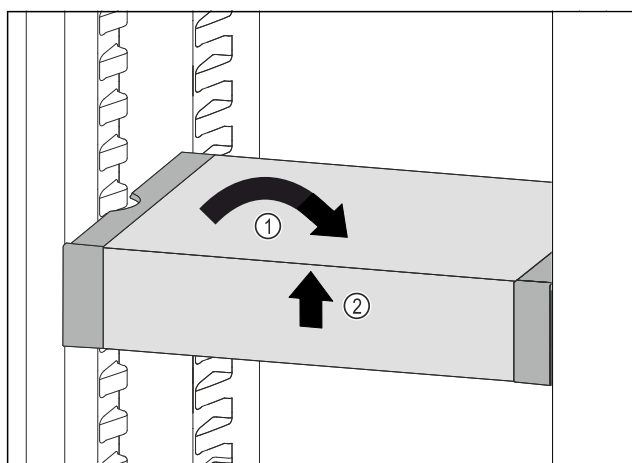

Fig. 115
- VarioSafe ustawić prosto. Fig. 115 (1)
- VarioSafe unieść z przodu. Fig. 115 (2)